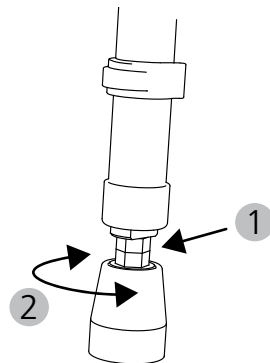

fig. 4
1. Allentare prima di tutto i controdadi (fig. 4, 1)
2. A seguire, svitando o avvitando la vite di regolazione fine (fig. 4, 2) portare il sedile nella posizione desiderata.
3. Stringere nuovamente i controdadi (fig. 4, 1).